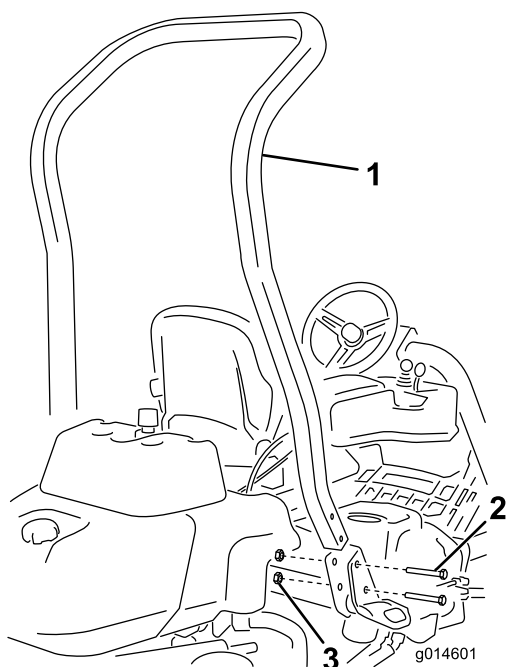

Bild 3
3. Befestigen Sie den Überrollbügel mit vier Schrauben (1/2 x 3-3/4 Zoll) und vier Bundmuttern (1/2 Zoll) in den Aussparungen an jeder Seite der Maschine (Bild 3).